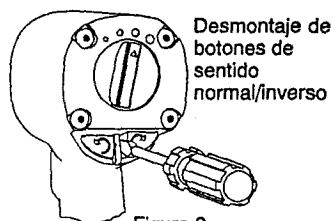

Figura 9
**NOTA:** No se puede desmontar la válvula inversora sin antes desmontar los botones de sentido normal e inverso (39) y (40). Por lo tanto es importante seguir al pie de la letra el procedimiento que se explica a continuación.
**Apalique con cuidado** el botón para soltar la retención y quitar el botón. Una vez quitado el botón, gire la válvula inversora en el interior de la carcasa para extender el otro botón. Repita este procedimiento para el otro botón. Véase la figura 9.